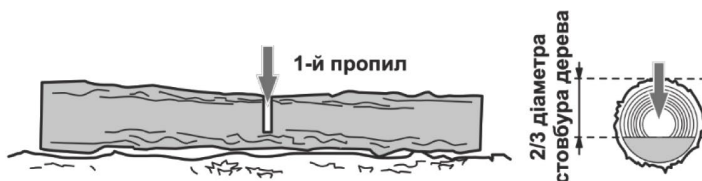

Рисунок 9. Схема попереднього розпилу колоди.
1. Перший розпил зробити згори вниз на 2/3 діаметра стовбуру дерева (рис. 9).